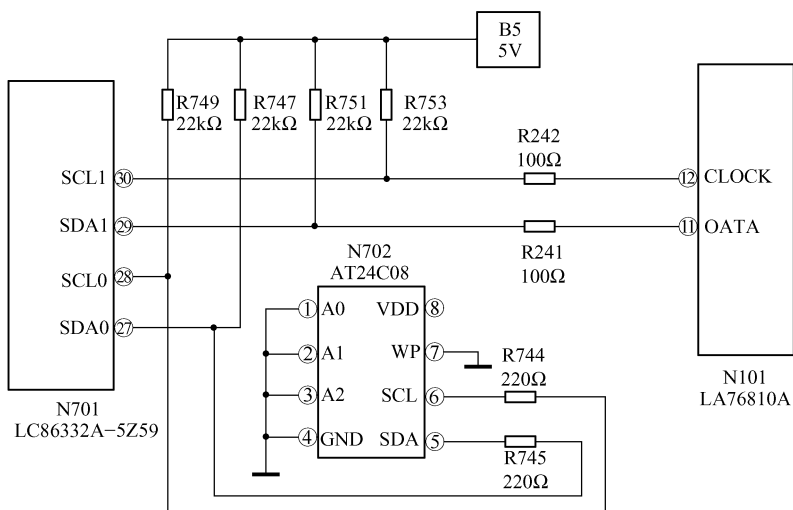

图 2-13 SVA D2966F 机型中 I2C 总线硬件接口电路
R745 和 R241、R242 等组成，如图 2-13 所示。其中，⑳、㉑脚用于 N702（AT24C08）控制，㉒、㉓脚用于 N101（LA76810A）控制，R747、R749 和 R751、R753 为上拉电阻，R745、R744 和 R242、R241 为匹配电阻，它们变值或开路时，均会影响 I2C 总线正常工作，或整机不工作。正常工作时，㉑、㉒脚的动态电压为 5.08V，静态电压为 4.88V，待机时电压为 5.06V；㉒、㉓脚的动态电压为 4.69V，静态电压为 4.70V，待机时电压为 5.06V。